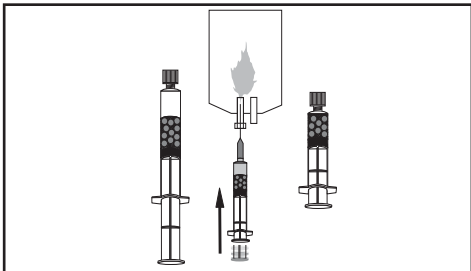

Abbildung 16.
- 5.5 Die Nadel in einen Abfallbehälter einführen und den überschüssigen Überstand ausstoßen, bis eine kleine Menge (> 1 ml) Überstand in der 20-ml-Spritze verbleibt. Eine dünne Schicht Überstand über den Mikrosphären in der Spritze zurücklassen, um die Mikrosphären nicht zusammenzudrücken (Abbildung 16).